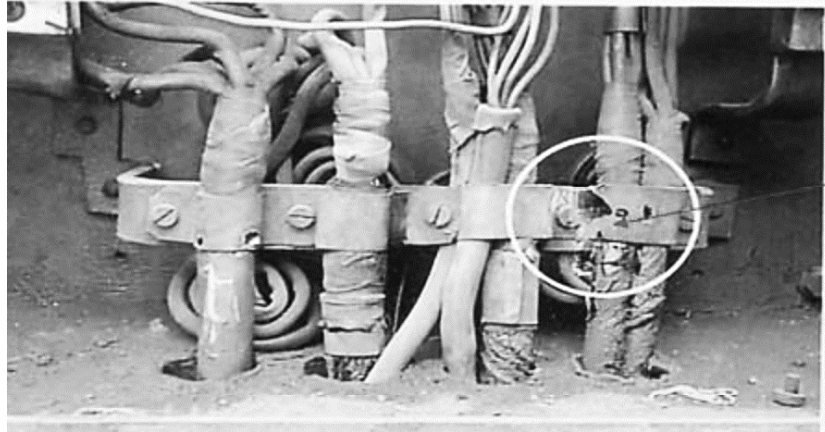

Рисунок 2
**10. Какое повреждение показано на рис. 2?**